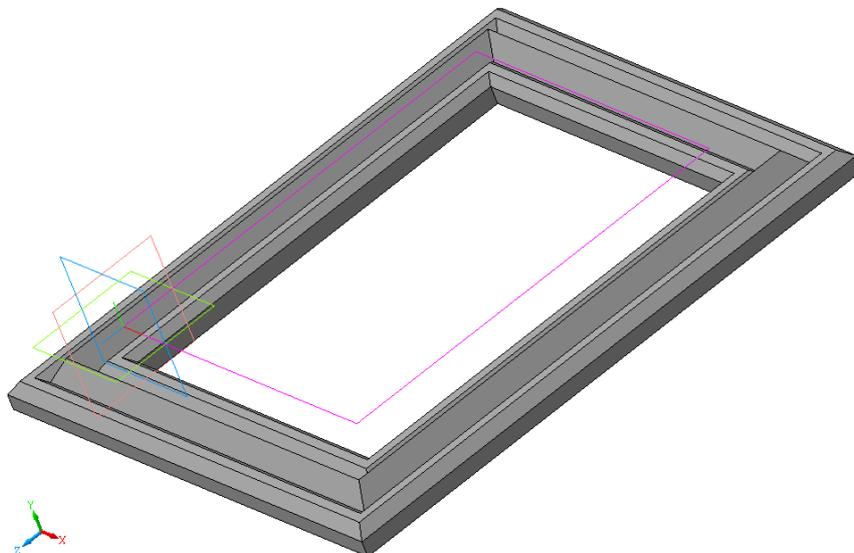

Рис. 4.9. Деталь Рамка для фотографии.
3.11. Нажмите кнопку **Создать объект**. Деталь Рамка построена - рис. 4.9.